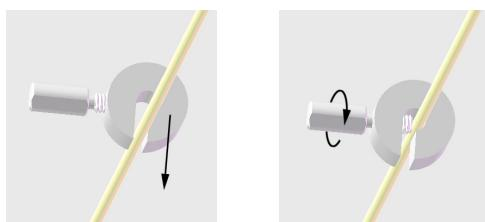

Рис. 2. Установка ограничителя отведения для ГСМ
- Измерьте необходимую глубину отведения для ГСМ с помощью датчика или линейки и установите ограничитель отведения для ГСМ на эту длину. Для установки ограничителя отведения для ГСМ протолкните отведение для ГСМ в центр ограничителя отведения, затем затяните винт (рис. 2). Это обеспечит ввод отведения для ГСМ на необходимую глубину.